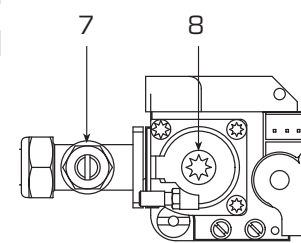

Рис. 5
Регулятор водотока (8 Рис.5) срабатывает, выключая горелку, если обнаруживается, что в котле нет воды, формируются воздушные мешки в теплообменнике; не работает циркулятор, или засорился фильтр контура отопления “Aqua Guard Filter System”.
Для регулировки мощности санитарной воды используется регулятор мощности клапана реле давления (5 Рис.5).
В случае уменьшения мощности санитарной воды необходимо прочистить фильтр (3 Рис.5), установленный у входа клапана реле давления.
- 2) С помощью регулирующего болта OFF-SET (8 Рис.5) откалибровать минимальное давление газа пока не будет достигнуто значение ммН₂O, как это указано на таблице:
- 4) С помощью газовой заслонки (7 Рис.5) откалибровать максимального давления газа пока не будет достигнуто значение ммН₂O, как это указано на таблице:
- Для исправления CO₂ при мощности "MIN" используйте болт OFF-SET (8 Рис.5).
- Для исправления CO₂ при мощности "MAX" используйте газовую заслонку (7 Рис.5).